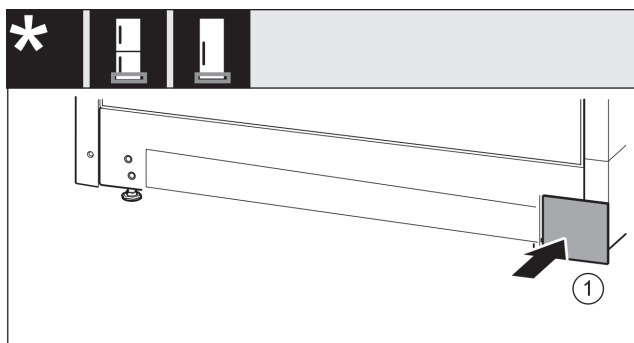

Fig. 18
- Pokrov Fig. 18 (1) ponovno namestite na drugi strani.